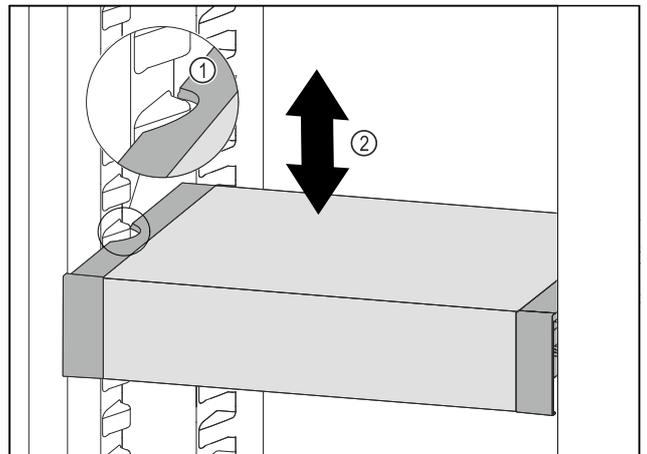

Fig. 146
- VarioSafe nach vorne ziehen, bis sich die seitlichen Aussparungen des VarioSafes auf Höhe der Behälterrippe im Kühlteil befinden. Fig. 146 (1)
- VarioSafe im Kühlteil nach oben oder unten bewegen, bis gewünschte Höhe erreicht ist. Fig. 146 (2)